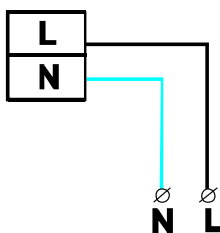

Рис.1.
- 3.5 Сетевой кабель пропускается через корпус и присоединяется к клеммной колодке: L- фаза; N- нейтраль, см. рис.1.